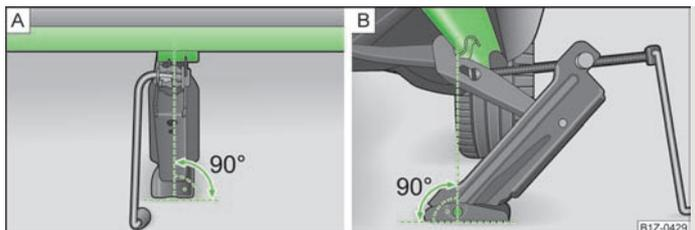

Fig. 178 Colocação do macaco
- Coloque o macaco de forma a que a garra abranja o perfil » Fig. 178- B) sob a zona marcada, na área lateral da parte inferior da embalagem.
- Verifique se toda a placa de base do macaco se encontra em piso plano e está em posição vertical » Fig. 178 relativamente ao local onde a garra abarca o perfil.